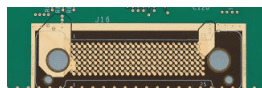
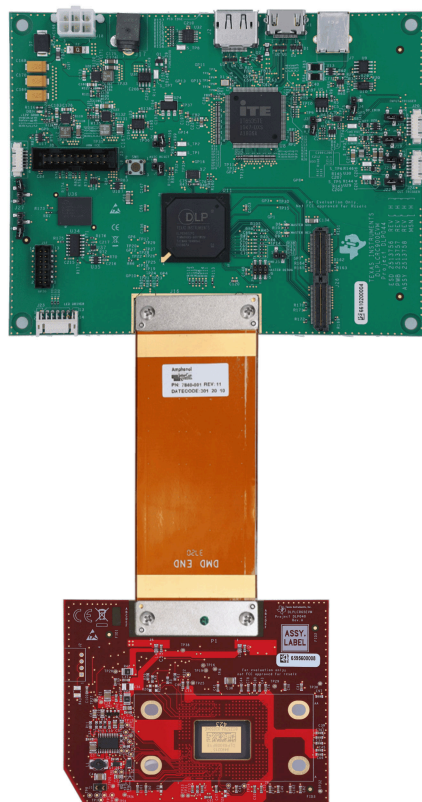

図 5-8. DLPLCR65EVM のフレックス・ケーブル・パッド
図 5-9. DLPLC900EVM と DLPLCR65EVM を組み立てた状態
- DMD EVM に付属のフレックス・ケーブルの一端には「DMD End」というマークが付いており、主要なピンが斜めに配置され、DMD 基板に対して一方にしか取り付けられないようになっているため、基板の反対側への取り付けを防止できます。絶縁バッカー・プレートを、DMD 基板の反対側に、接続ピンとともにフレックス側から配置し、ネジを注意深く締めます。反対側のネジを互い違いに締め、ネジがしっかりと止まり、しかし締めすぎないようにします (ネジのトルク要件: 6~8 インチ・ポンド [0.7~0.9N-m])。フレックス・ケーブルの DMD 側の端を、サンプルの DMD 基板に正しく取り付けられた例を、図 5-9 に示します。
- フレックス・ケーブルのもう一方の端は、シングル DLPC900 コントローラ基板に接続されます。主要なピンは横方向に对称に配置されており、コントローラ基板のどちらの側からも挿入できます。ケーブルがシングル DLPC900 コントローラ基板の正しい側に接続されていることを保証するため、接続フレックス・ピンが図 5-8 に示すパッドを向いていることを確認します。絶縁バッカー・プレートを、コントローラ基板の反対側に、ピンとともにフレックス側から配置し、ネジを注意深く締めます。反対側のネジを互い違いに締め、ネジがしっかりと止まり、しかし締めすぎないようにします (ネジのトルク要件: 6~8 インチ・ポンド [0.7~0.9N-m])。シングル DLPC900 コントローラ基板に正しく取り付けられたフレックス・ケーブルの両端を、図 5-9 に示します。